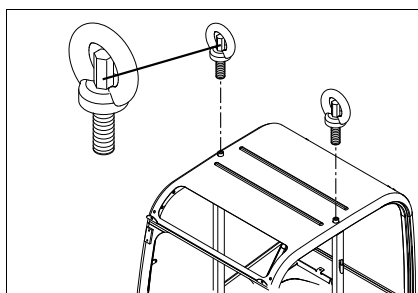

Рис. 62: Выполнить монтаж подъемной проушины
- Выполнить монтаж подъемной проушины на кабине и затянуть (как показано в Рис. 62)